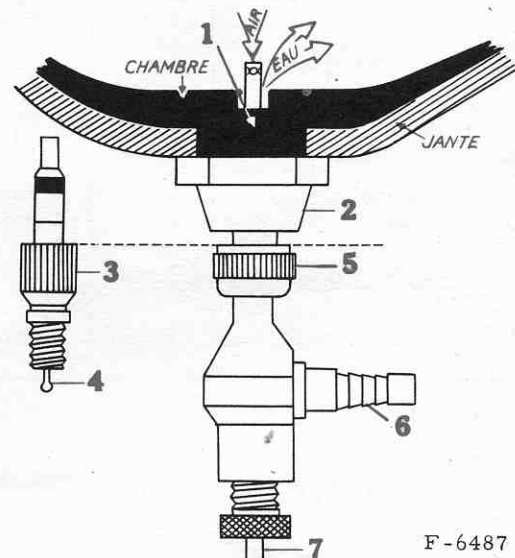

Fig 49. — Raccord spécial
Procurez-vous un adaptateur chez votre Agent McCormick. Cet adaptateur est muni d'une valve de purge qui permet l'évacuation de l'air remplacé par le liquide (fig. 49).
1.- Le tracteur étant sur cric, la valve en position haute : retirez l'embout mobile (3) avec son obturateur (4) (fig. 49).
- sur une pompe aspirante et refoulante. L'eau remplira la chambre jusqu'à dégorgement par le tube d'évacuation d'air (7).
3. - Le remplissage terminé, débranchez l'arrivée d'eau. Dévissez le raccord spécial, et laissez échapper l'eau dépassant le niveau de la valve. Remettez l'embout mobile (3) (fig. 49) avec son obturateur (4), gonflez à l'air pour obtenir la pression prescrite pour la dimension du pneu (fig. 50).
1. - Le tracteur étant sur cric et la valve en position basse, retirez l'embout mobile (3) avec son obturateur (4) (fig. 49). Par gravité, la chambre se videra jusqu'au niveau de la valve.
2. - L'eau s'arrêtant de couler, vissez le raccord spécial sur la valve. Branchez la canalisation (6) sur un compresseur d'air. La pression
3. - La vidange terminée (fig. 51), dévissez le raccord. Remettez l'embout (3) et son obturateur (4) (fig. 49) et gonflez à la pression normale d'utilisation.